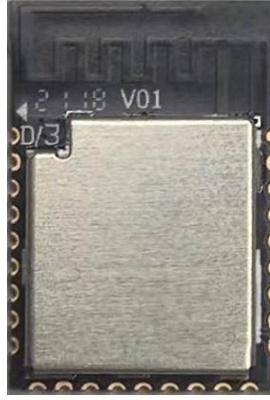

图 3-3 L-BTMEB97-G0NP4 模块实物图
1.L-BTMEB97-G0NP4 的外形示意图如图 3-3 所示：